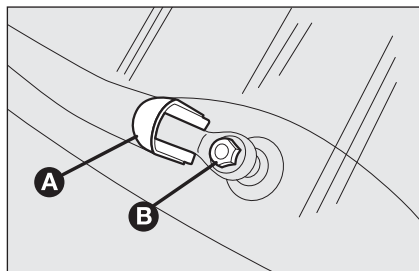

fig. 17
- ☐ levante la protección **A**-fig. 17 y desmonte el brazo del coche, aflojando la tuerca **B** que lo fija al perno de rotación;